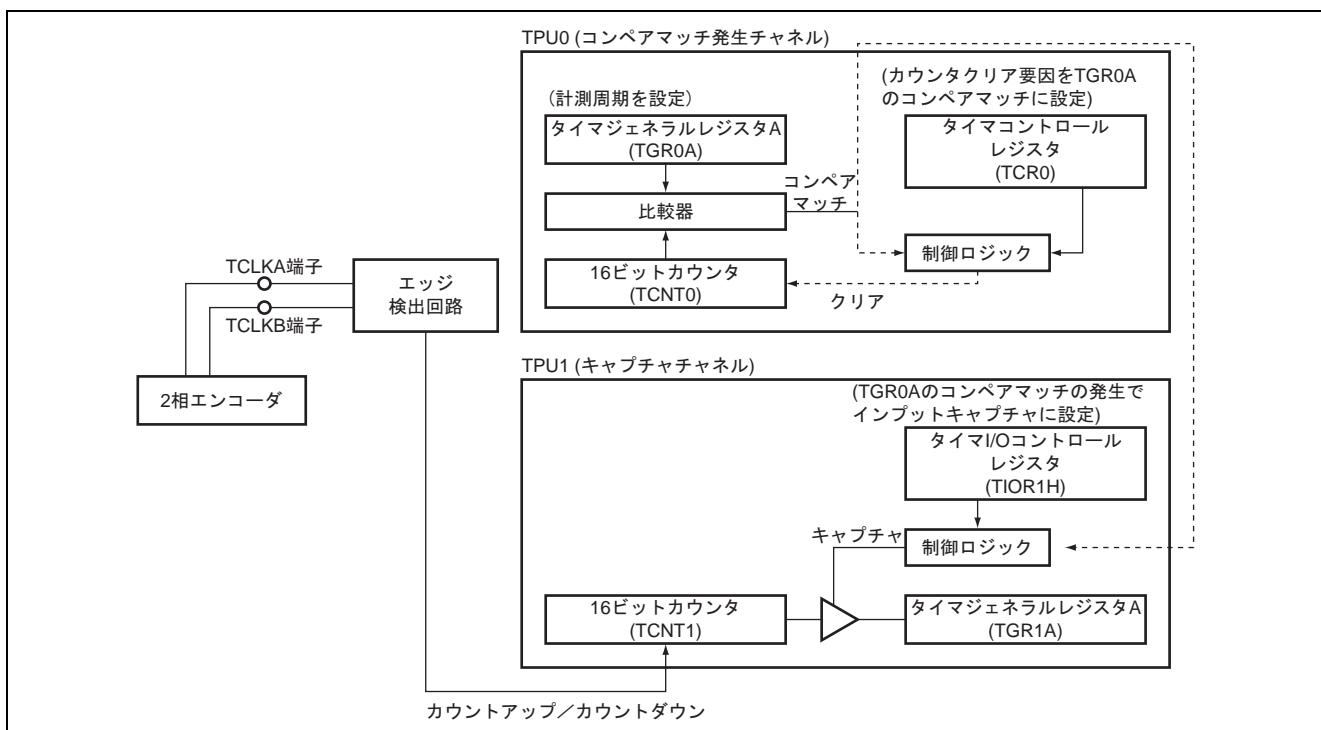

図2 2相エンコーダカウントブロック図
- (1) 本タスク例ではTPU1を使用して2相エンコーダカウントを行います。図2に2相エンコーダカウントのブロック図を示します。